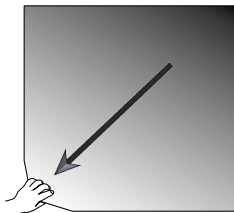

図 104: 粘着マット: マットを持ち上げて引き剥がして、取り外します
1. 粘着マットを外すには、図 104に示すように、片側を持ち上げてプラットフォームからゆっくりと引き離します。